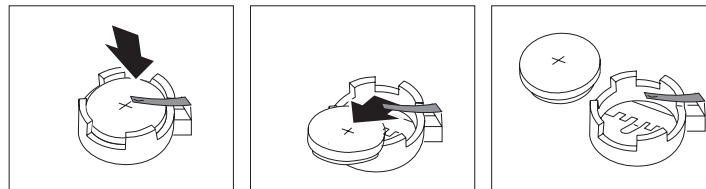

図 112. SAN ボリューム・コントローラー 2145-4F2 システム・ボード CMOS バッテリーの取り外し
4. 図 112 に示すように、1 本の指で、バッテリーの上のバッテリー・クリップを持ち上げます。